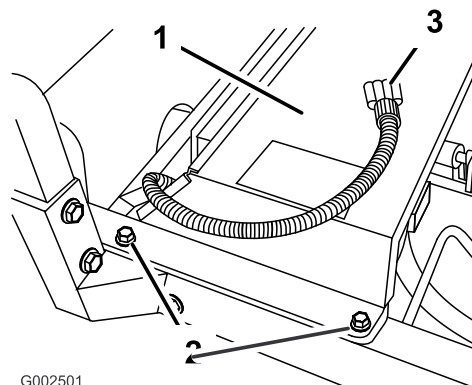

図 19
- ラジエターの上からラジエター・カバーを取り付ける（図 19）。